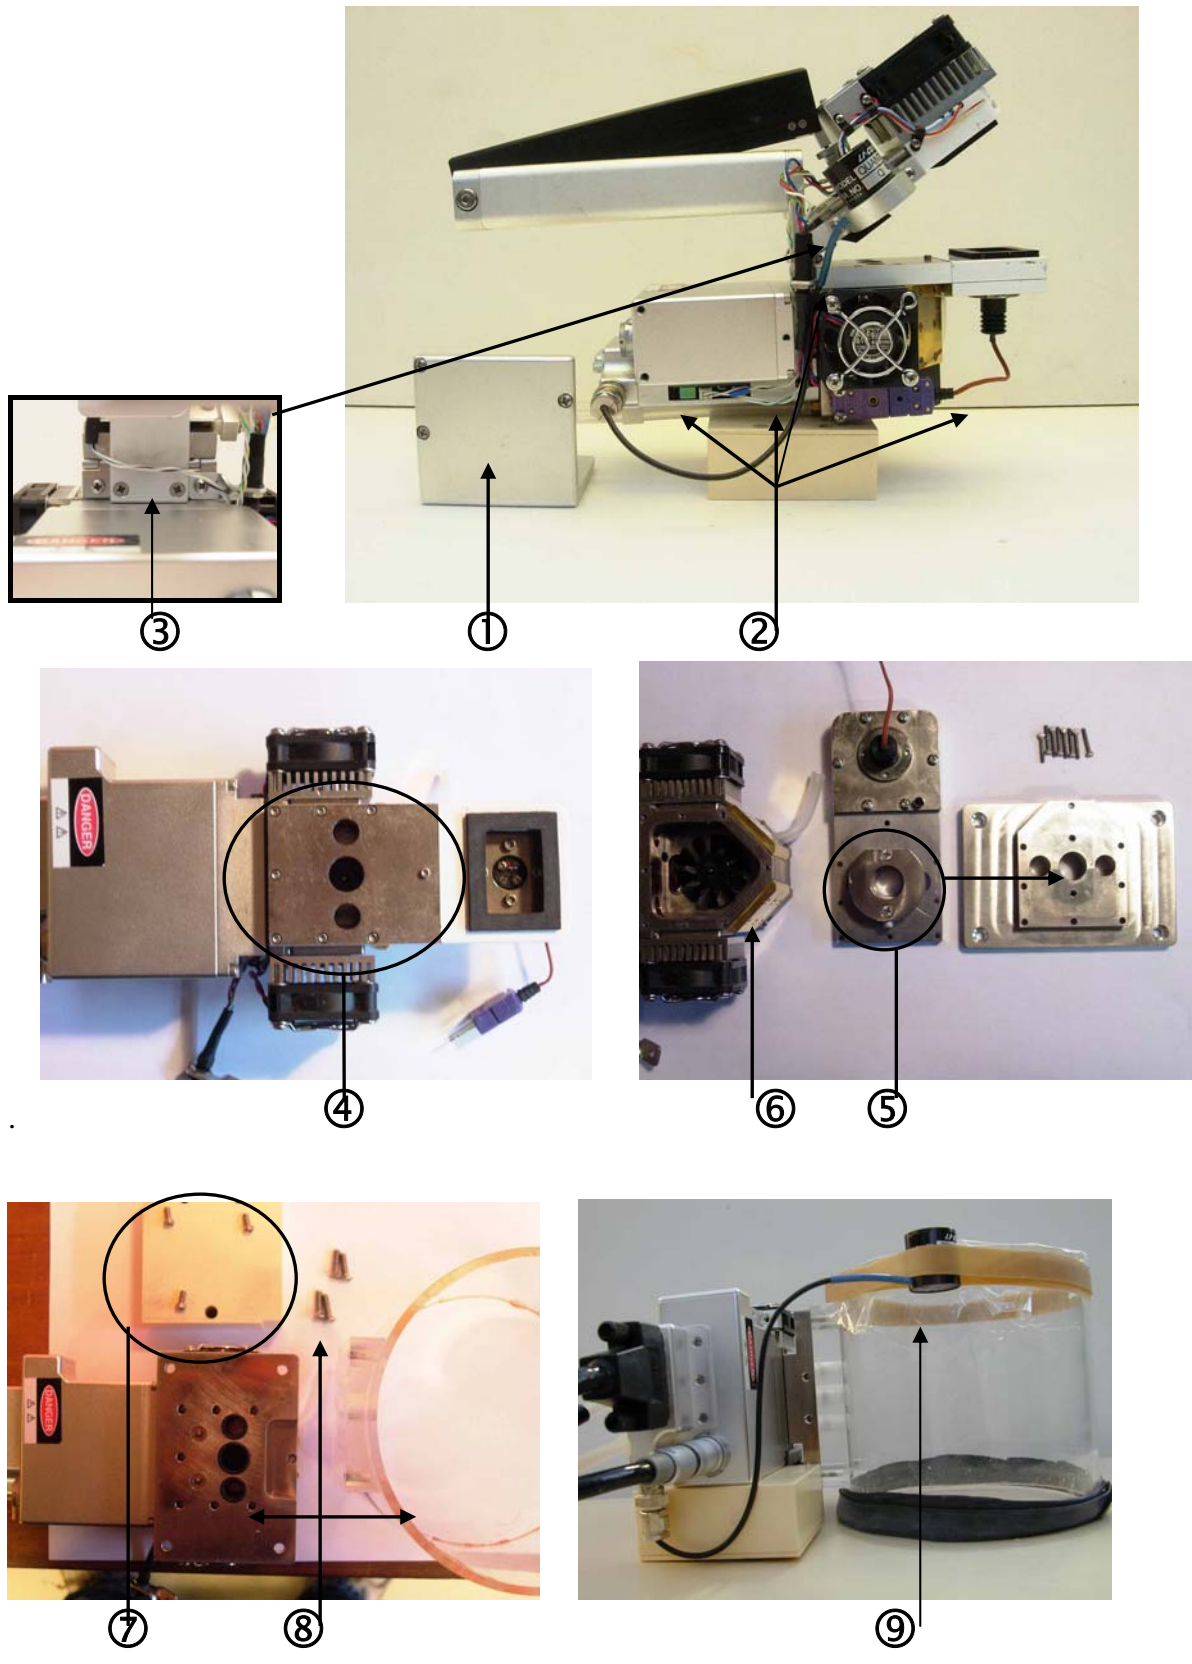

Figure 2 : Ordre chronologique de montage de la chambre 2 litres.
3.2 Ordre chronologique de montage (figure 2)
- ① Dévisser le support de trépied de type photographique soit **3 vis à réutiliser**.
- ② Retirer les 5 connecteurs, du capteur quantique externe (métal), du module d'éclairage (deux blancs et un noir) et du thermocouple de la chambre (violet) .
- ③ Dévisser les 4 vis de la poignée.
Le micro thermocouple est gainé par un tube souple de 2 mm de diamètre interne qui sert de protection. A une extrémité les fils sont raccordés au connecteur en respectant la polarité et à l'autre les 2 fils sont soudés à l'étain. Ce nouveau thermocouple filaire de 50 cm se connecte à la place du capteur standard (**figure 2**) et son extrémité est placée dans la chambre.
Le capteur quantique externe (**cf. ⑨ de figure 2**) permet de mesurer le flux de lumière incidente au sommet de la chambre de 2 litres.